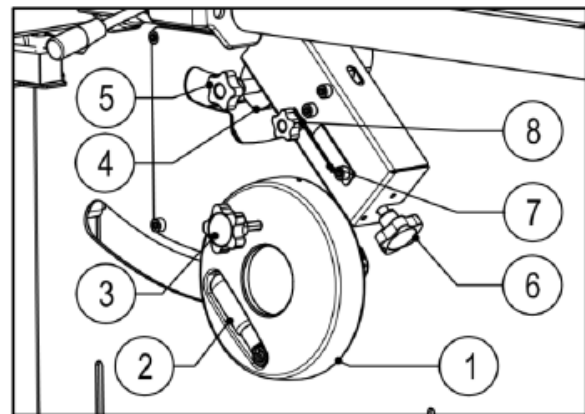

Bild. 12B
Den önskade sågvinkeln kan ställas in med handhjulet (1) och handtaget (2) (Fig 12B). Vinkeln inställningen kan läsas på klockan (4) i handratten. Ritsklingans vinkel justeras automatiskt efter vinkelinställningen på huvudklingan. Sågenheten kan justeras till vinklar mellan 45° och 90°. Mekaniska stopp har justerats från fabrik till slut poäng.
Lutningen på huvud klingan kan göras med hjälp av tryckknappar. (6) Lutningen på sågenheten visualiseras på indikatorn eller på den digitala skärmen (9) för maskiner utrustade med detta. Ritsklingan lutar automatiskt enligt klingan. Sågenheten kan vara lutande i vinklar på 45° och 90° och vid dessa två punkter finns det mekaniska stopp som tillhandahålls av fabrik. **Inriktning av Ritsklingan enligt sågklingan (Bild. 12B, 15, 16)**